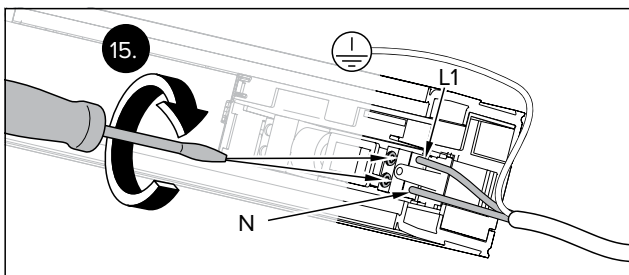

Рис. 21 Подключите провода L1 и N.
- Подсоедините провода L1 и N Y-образного разветвительного кабеля к клеммам сети обоих приводов (рис. 21).